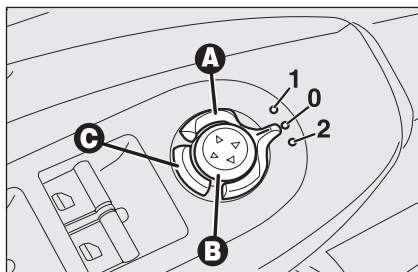

fig. 39
Seleccione el espejo deseado mediante el dispositivo **A-fig. 39**:
En caso de necesidad (por ejemplo, cuando el volumen del espejo crea dificultades para transitar por pasos angostos) es posible plegar los espejos pulsando la tecla **C-fig. 39**.
Para volver a poner los espejos en posición normal, pulse nuevamente la tecla **C-fig. 39**.
- ☐ gire el selector **A-fig. 39** a la posición **2** (selección del espejo lado pasajero);
Proceda como sigue: introduzca la llave electrónica en el conmutador de arranque, acople la marcha atrás, gire el selector **A-fig. 39** a la posición **2** (selección del espejo lado pasajero).
atrás, inmediatamente después de superar los 10 km/h con marcha adelante o girando el selector **A-fig. 39** a la posición **0**.